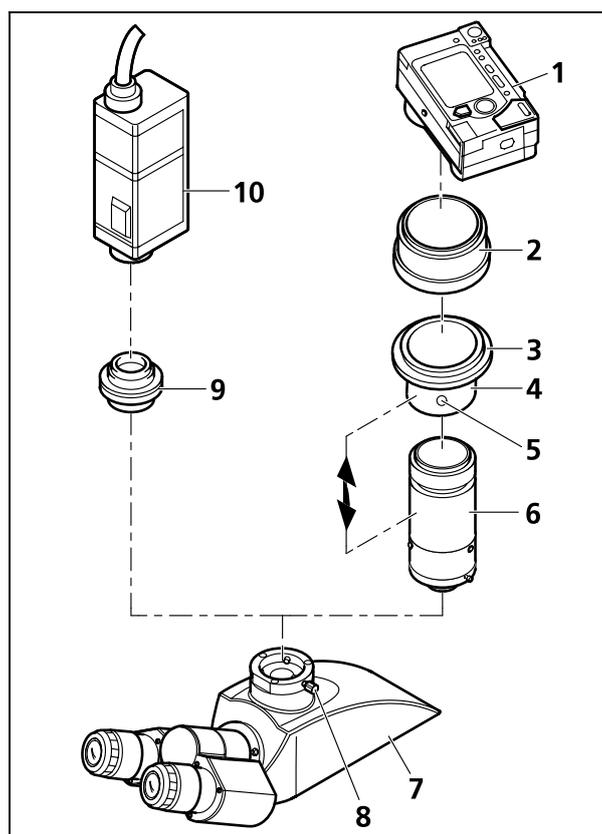

Fig. 17 Pose de l'appareil photo
- Selon le cas, commencez par monter le phototube (Fig. 17/7) (voir paragraphe 3.4.1).
- Desserrez la vis de blocage (Fig. 17/8) et retirez le cache de protection qui ferme l'ouverture du phototube.
- La monture coulissante (Fig. 17/4), la bague d'adaptation filetée M37/52 (Fig. 17/3) et la monture optique (Fig. 17/6) sont pré-assemblées à l'usine et sont livrées sous la désignation **Digital Kamera Adapter P95 M37/52x0,75 (adaptateur M37/52x0,75 pour appareil photo numérique)**. La figure ci-contre montre cet adaptateur en pièces détachées. La bague d'adaptation filetée M37/52 (Fig. 17/3) peut être retirée de la monture coulissante (Fig. 17/4) (pas d'image), de façon à permettre également le montage d'un appareil en M37.
- Montez la bague d'adaptation (Fig. 17/2) (comprise dans la fourniture) sur l'appareil photo (Fig. 17/1) (lire le mode d'emploi de l'appareil photo).
- Vissez dans la bague d'adaptation (Fig. 17/2) l'ensemble composé de la monture coulissante (Fig. 17/4), de la bague d'adaptation filetée M37/52 (Fig. 17/3) et de la monture optique (Fig. 17/6).
- Insérez l'appareil photo avec son adaptateur dans le phototube jusqu'en butée, orientez-le puis immobilisez-le avec la vis de blocage (Fig. 17/8).
- Selon l'équipement du microscope ou l'appareil photo utilisé, il peut être nécessaire de corriger l'écart entre l'objectif de l'appareil photo et la monture optique (Fig. 17/6) (flèche bidirectionnelle). C'est le cas en particulier lorsque vous ne parvenez pas à obtenir une image de forme parfaite quel que soit le zoom de l'appareil photo. Procédez alors aux réglages suivants sur l'appareil photo :
- Desserrez la tige fileté (Fig. 17/5).
- Resserrez la tige fileté (Fig. 17/5).
Les caméras dotées d'un filetage C-Mount sont raccordées au phototube du microscope à l'aide de l'adaptateur P95-C 2/3" 0,65x ou P95-C 1/2" 0,5x (Fig. 17/9).
- Insérez la caméra (Fig. 17/10) avec l'adaptateur adéquat (Fig. 17/9) dans le phototube jusqu'en butée, dégauchissez-la puis fixez-la avec la vis de blocage (Fig. 17/8).